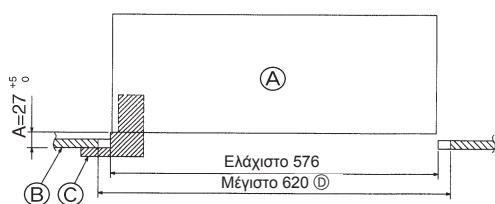

Fig. 8-2
①	Περσίδα	1	650 × 650 (mm)
②	Βίδα με ροδέλα	4	M5 × 0,8 × 25 (mm)
③	Μετρητής	1
④	Σφιγκτήρας	2
⑤	Ταινία	2
8.2. Προετοιμασία για την τοποθέτηση της περσίδας (Fig. 8-2)